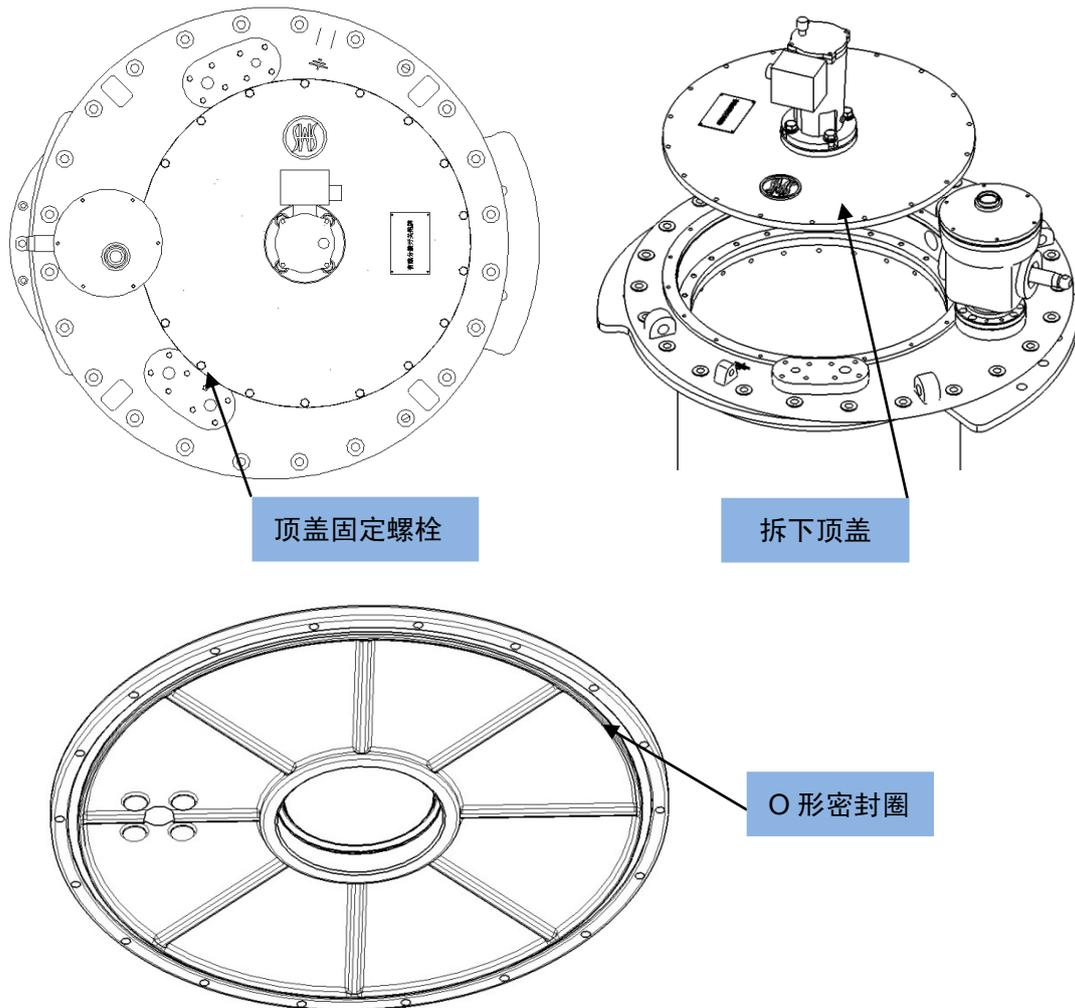

图 4
3. 卸下分接开关顶盖。（见图 4）
在拆卸和其他作业过程中要避免损坏分接开关顶盖和分接开关头的密封面（O 形密封圈，图 4）。